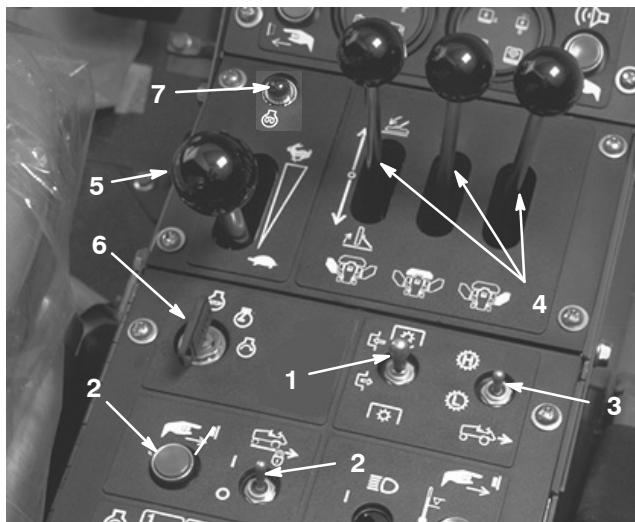

Bild 24
- Drehen Sie den Zündschlüssel auf die START-Stellung (Bild 24). Lassen Sie den Zündschlüssel sofort los und auf „Lauf“ zurückgehen, sobald der Motor anspringt.